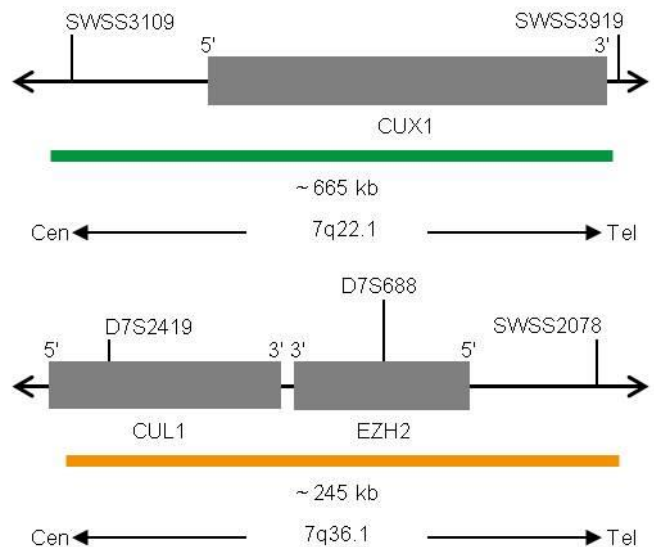

Fig. 1: Arriba: SPEC CUX1 Mapa de la sonda; abajo: SPEC EZH2 Mapa de la sonda (no está a escala)
- Polinucleótidos marcados en verde (excitación a 503 nm/emisión a 528 nm) ZyGreen (~10,0 ng/μl), dirigidos a secuencias localizadas en 7q22.1* (chr7:101,270,255-101,934,924) que albergan la región del gen CUX1 (ver Fig. 1).
- Polinucleótidos marcados en naranja (excitación a 547 nm/emisión a 572 nm) ZyOrange (~4,5 ng/μl), dirigidos a secuencias localizadas en 7q36.1* (chr7:148,402,839-148,647,927) que albergan la región del gen EZH2 (ver Fig. 1).